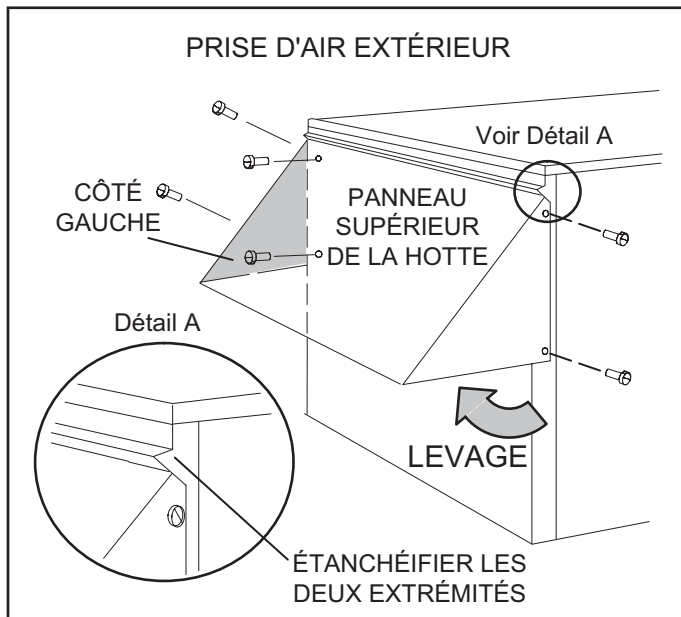

FIGURE 8
- 3 - Soulever (tourner) le bas du panneau supérieur de la hotte et fixer le côté gauche au panneau supérieur de la hotte. Voir FIGURE 8.